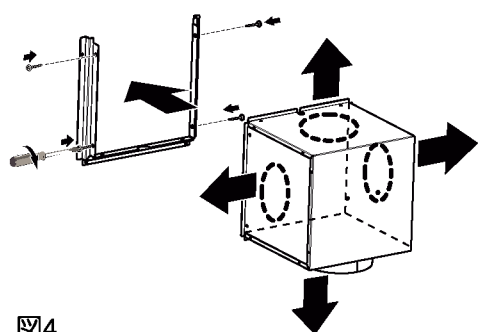

図4
4. ダクトの取り出し方向（上、下、左、右）に応じてシロッコファンを付け替えてください。(図4)